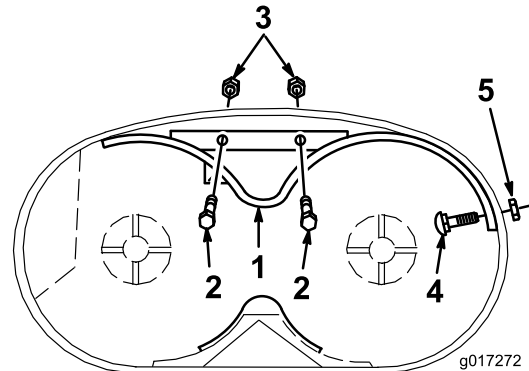

Figure 2
6. Fixez le côté du déflecteur avant avec un boulon de carrosserie (5/16 x 3/4 pouce) et un contre-écrou (5/16 pouce) (Figure 2).